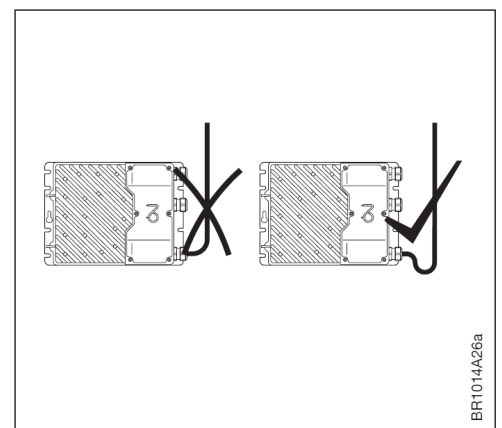

Abb. 3-3: Kabelführung
- Um das Eindringen von Wasser über Kabel und Verschraubungen in NI-DV zu verhindern, ist die Kabelführung so aus zu führen, dass sich kein Wasser um Kabel in Verschraubungsdichtungen ansammeln kann (siehe Abb. 3-3).